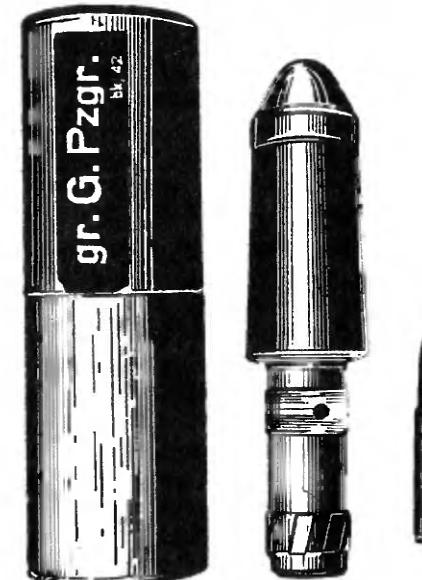

Рис. 68. Общий вид большой ружейной бронебойной гранаты gr.G.Pzgr., вышибного патрона и футляра
7. Большая ружейная бронебойная граната gr. G. Pzgr. (рис. 68)